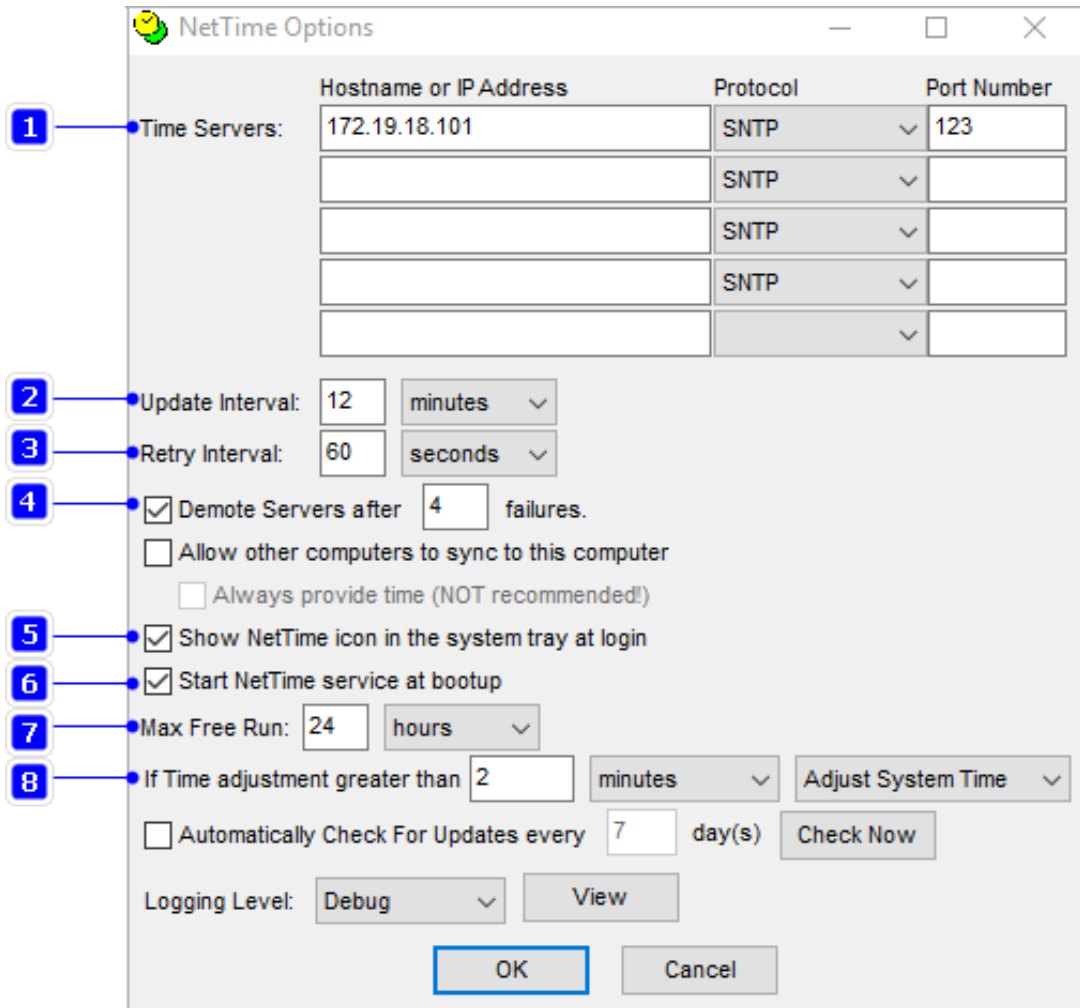

Рисунок 72 - Настройки NetTime
6. Заполните форму настроек (Рисунок 72) и нажмите **ОК**. Описание настроек представлено в Таблице 15.